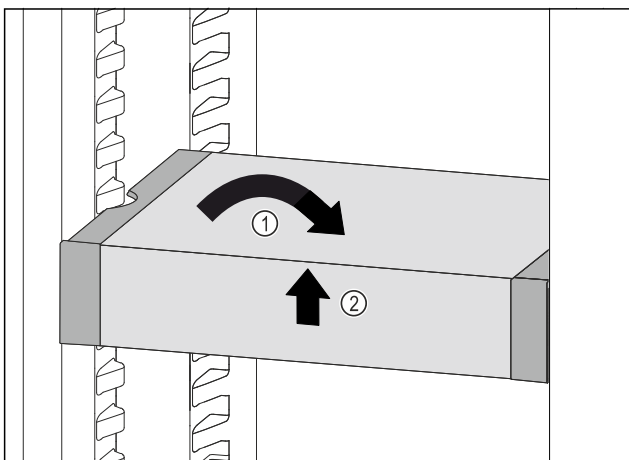

Fig. 93
- ▶ Изправете VarioSafe. Fig. 93 (1)
- ▶ Повдигнете VarioSafe отпред. Fig. 93 (2)